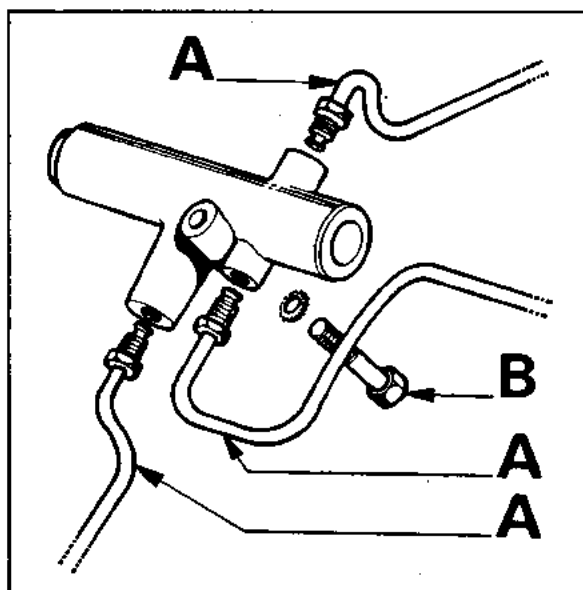

Fig. 13
- Maak de 3 aansluitleidingen (A) (fig.13) los.
- Verwijder de bout (B) waarmee de remkrachtverdeler op de carrosserie is bevestigd.